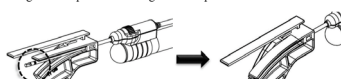

Figura 2
6. Prima di procedere alla curvatura (**Figura 2**), assicurarsi che la striscia nera più lunga presente sulla cannula si estenda oltre l'estremità dell'area di curvatura. Se la suddetta striscia non si estende oltre l'estremità dell'area, il manipolo potrebbe non funzionare correttamente dopo essere stato sottoposto a curvatura.
NOTA: la punta della cannula per i manipoli da 15 ga, 10 cm e 13 ga, 10 cm non si estende sopra la lunghezza di curvatura come illustrato in **Figura 2**. Per questi manipoli, inserire semplicemente (fino al punto limite) nello strumento di curvatura prima della curvatura.